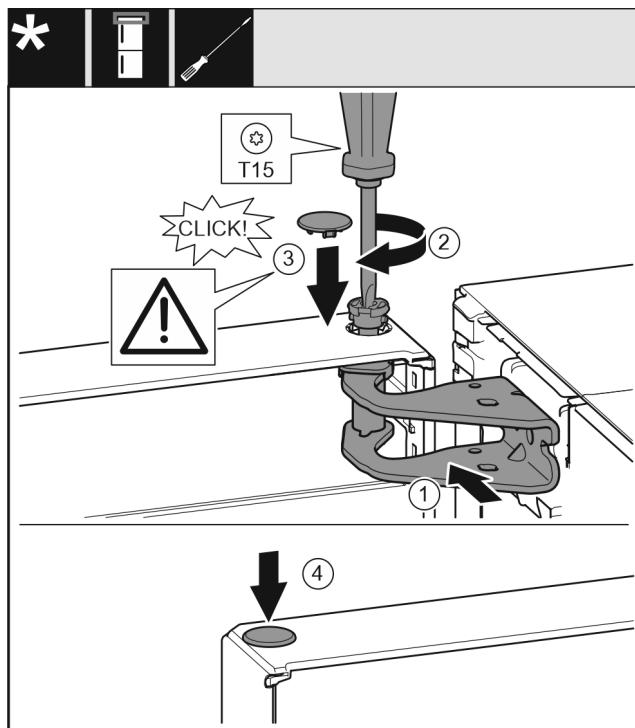

Fig. 19
- ▶ Poravnajte gornja vrata prema otvoru u podlošku ležaja. Fig. 19 (1)
- ▶ Umetnute svornjak i zavijte odvijačem T15. Fig. 19 (2)
- ▶ Montirajte sigurnosni pokrov radi osiguranja vrata: Umetnute sigurnosni pokrov i provjerite naliježe li na vrata. U protivnom u potpunosti umetnute svornjake. Fig. 19 (3)
- ▶ Umetnute čep. Fig. 19 (4)